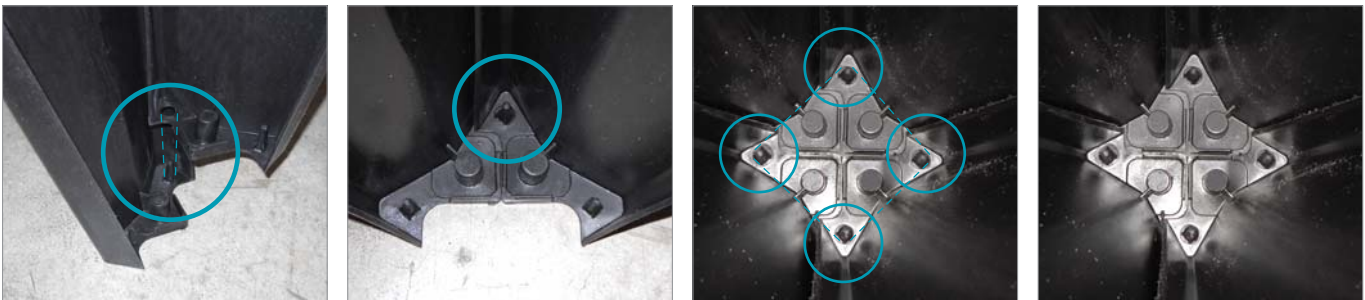

Fig. 3 - Détail de la phase d'enclenchement du système mâle-femelle - Remarquer le parfait scellage du pied.
- 3** Dans l'union en séquence des pièces, il faut faire attention d'encaster parfaitement l'élément de fixation "mâle-femelle" situé à la base des pieds d'appui (voir séquence photographique - Fig. 3).